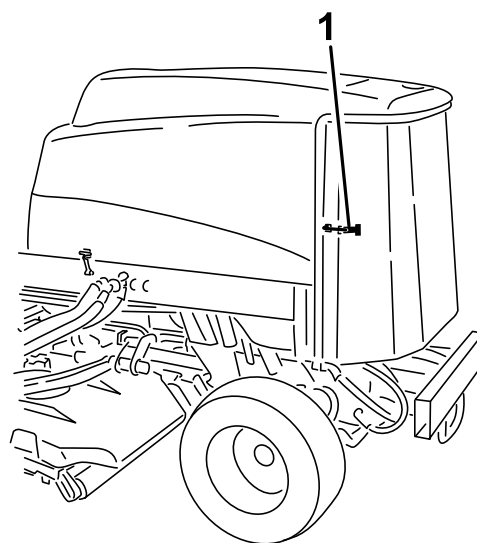

Figura 111
2. Sblocate la griglia posteriore ed apritela (Figura 111).